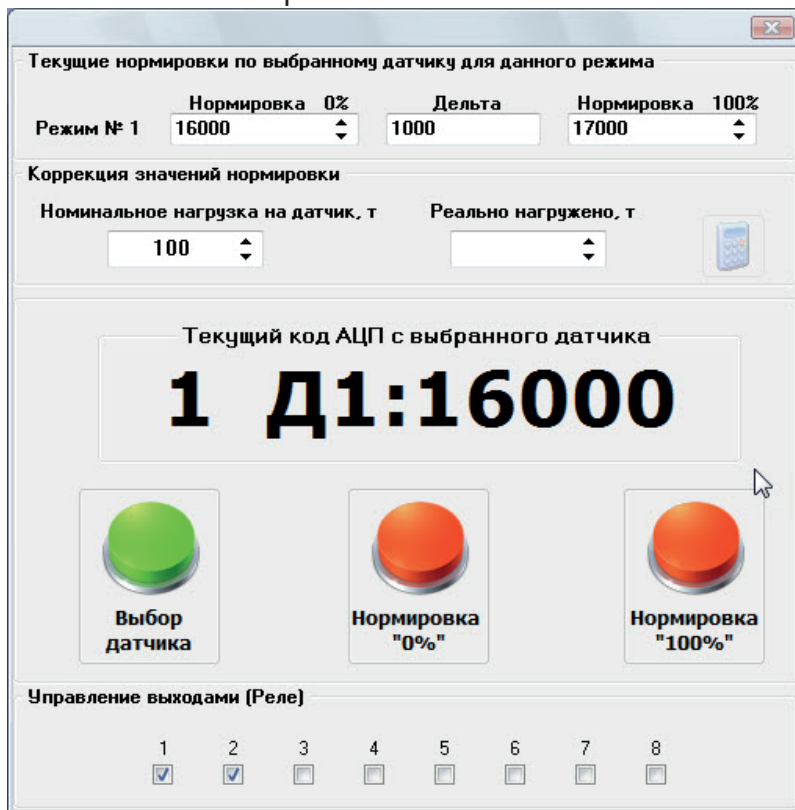

Рис.2 - Окно служебного режима
- нажать на кнопку «Нормировка датчиков (Служебный режим)». Откроется окно служебного режима рис. 2.